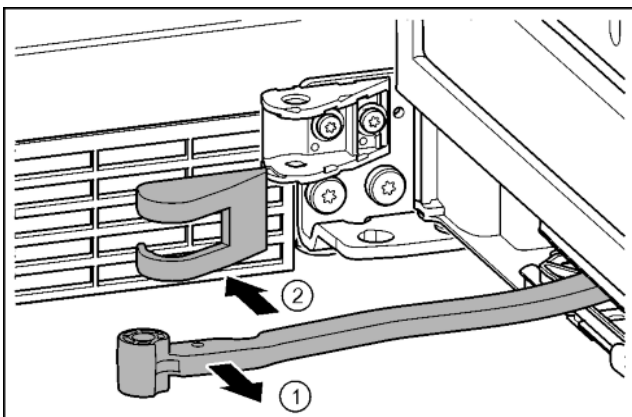

Fig. 15
- ▶ Otočte kloub směrem ke dveřím. Fig. 15 (1)
- ▶ Sejměte kryt stojanu ložiska. Fig. 15 (2)